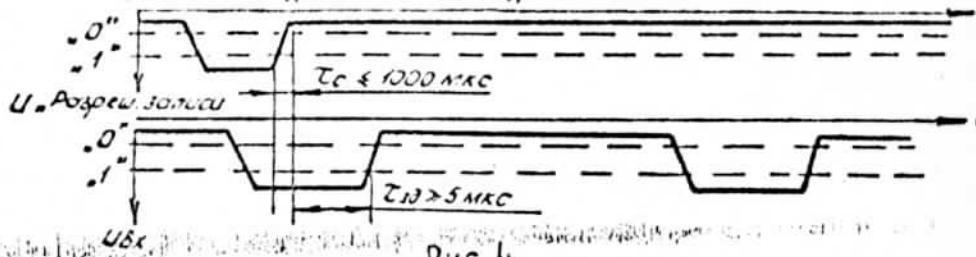

Рис. 4
- Помимо к пп. 5.5, 5.7 Информация блоковых сигналов не должна изменяться в течение интервала времени срыва импульса разрешения записи и 5 мкс после его окончания. Временная диаграмма блоковых сигналов приведена на рис. 4.